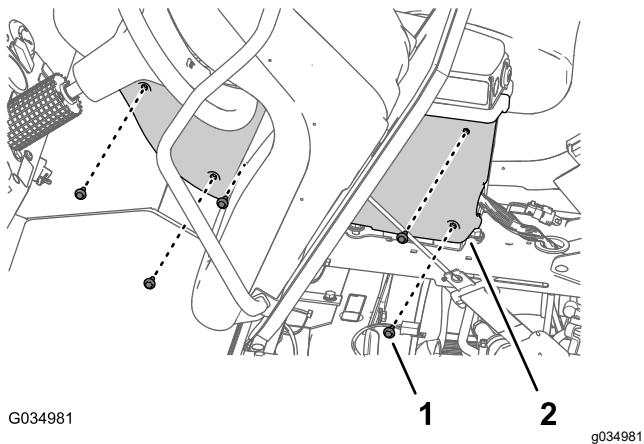

Figure 98
7. Fixez le couvercle sur la console centrale à l'aide des 5 boulons à embase (1/4" x 3/4") retirés précédemment (Figure 98), et serrez les boulons à un couple de 5,20 à 6,78 N·m.